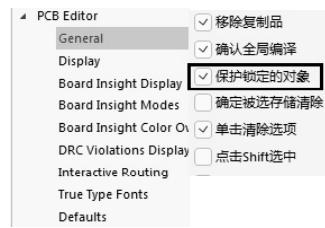

图 10-115 锁定菊花链中的节点
(1) 在右上角执行图标命令 ，进入系统参数设置窗口，找到“PCB Editor-General”选项卡，勾选“保护锁定的对象”选项，如图 10-115 所示。